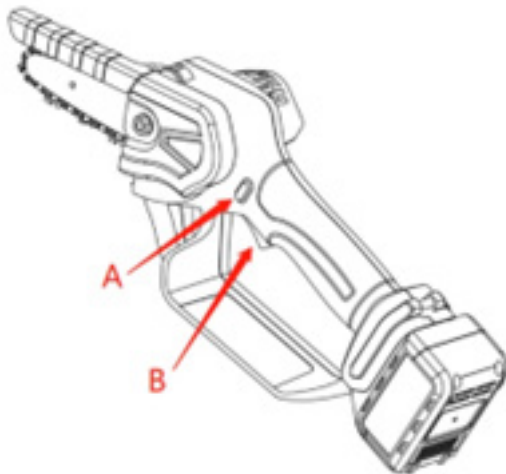

Рис.5
- Натисніть на захисний вимикач і утримуйте пусковий вимикач, щоб ланцюгова пилка запрацювала (Рис. 5)